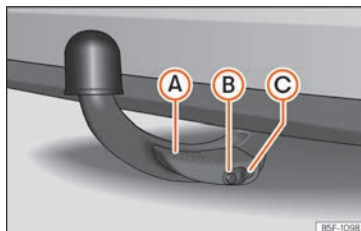

**Fig. 270** Sfera smontabile fissata correttamente
- La leva **(A)** » **fig. 270** è totalmente sollevata.
- Il perno di sblocco **(B)** » **fig. 270** fuoriesce completamente (la parte rossa e verde è visibile).
- Il coperchio **(C)** » **fig. 270** è collocato sulla serratura.